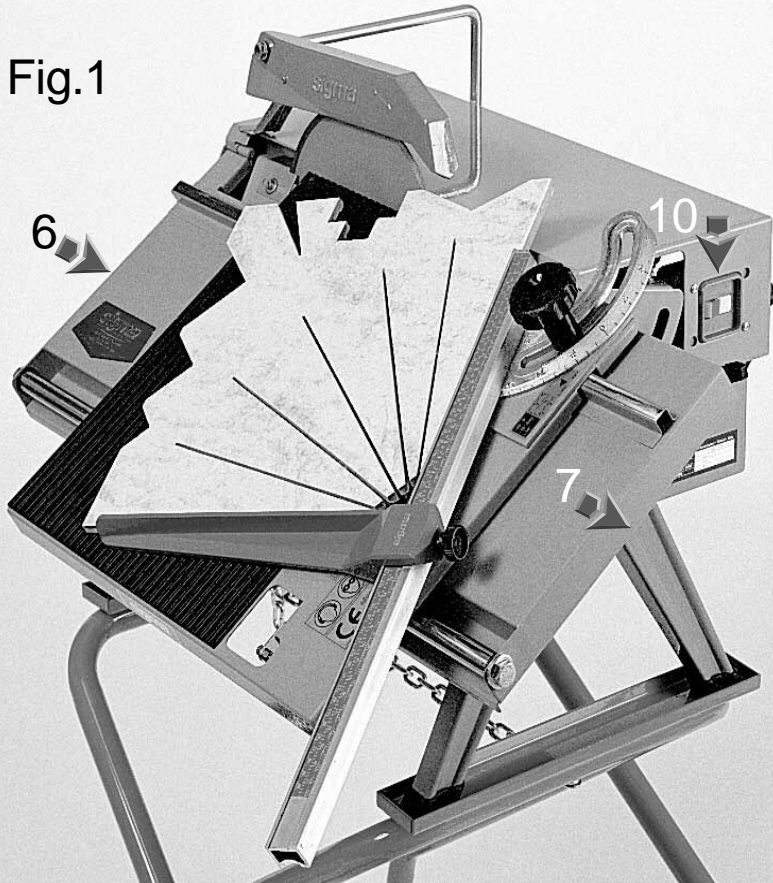

Fig.4
**-49-Tjek** at flisen har fuld anlæg med landet (fig. 4).